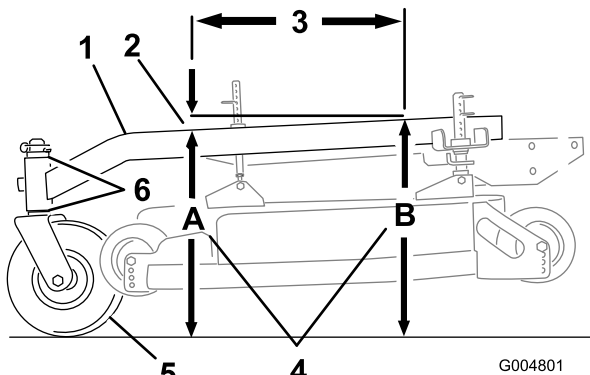

Figura 71
El bastidor de tiro debe tener una inclinación longitudinal de entre 3 mm (1/8 pulg.) y 9 mm (3/8 pulg.) a lo largo de 61 cm (24 pulg.) (Figura 71).
1. Mida 61 cm (24 pulg.) en el bastidor de tiro (Figura 71).
2. Mida la altura del bastidor de tiro en la posición A (Figura 71).
3. Mida la altura del bastidor de tiro en la posición B (Figura 71).
4. La altura en la posición A debe ser de 3-10 mm (1/8-3/8 pulgada) menor que la de la posición B (Figura 71).
5. Si la inclinación del bastidor de tiro no es la correcta, mueva los espaciadores de las ruedas giratorias para obtener una inclinación de 3-10 mm (1/8-3/8 pulgada) (Figura 71). Mueva espaciadores desde arriba o desde abajo para obtener la inclinación correcta.